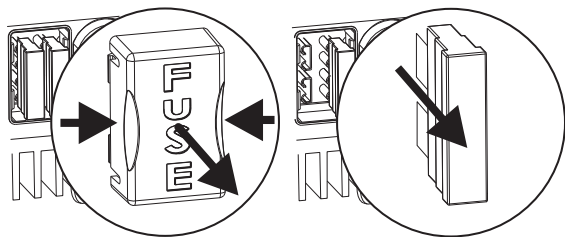

Abbildung 2
- Achten Sie darauf, dass der Ausgang der zuführenden Stromquelle (Batterie) während der Installation ausgeschaltet ist. Stellen Sie ebenfalls sicher, dass während der Installation keine Verbraucher an die Batterie angeschlossen sind, um gefährliche Situationen zu vermeiden. Entfernen Sie die Sicherungsabdeckung und die Sicherung/-en (Abbildung 2).